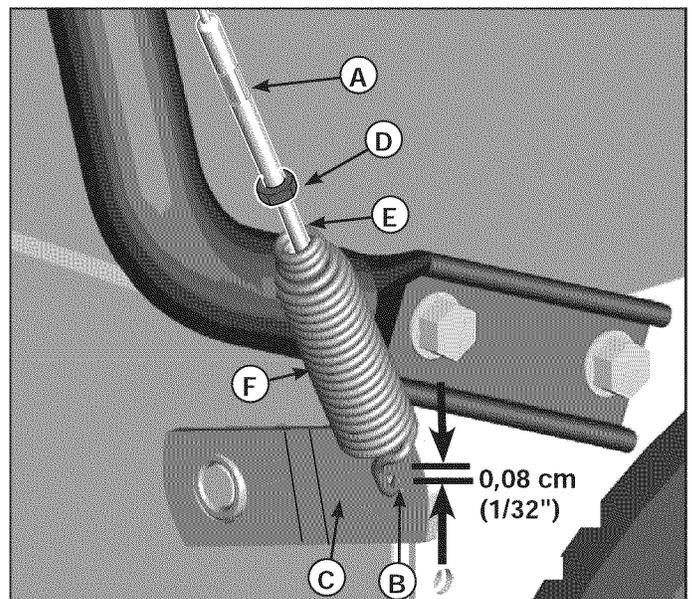

Figura 35. Ajuste de la transmisión del tornillo sinfín
2. Con la palanca de tracción suelta, el gancho muelle (B, Figura 35) debería tocar ligeramente la palanca (C) sin levantarla. Puede haber un máximo de 0,08 cm de distancia tal y como se muestra.
3. Para ajustar, afloje la tuerca (D) agarrando las arandelas de ajuste (A) y girando la tuerca (D). Gire las arandelas y agarre el tornillo. El tornillo de ajuste es un tornillo phillips y la cabeza se puede sujetar al girar con un destornillador a través del muelle (F).
4. Agarre las arandelas de ajuste (A) y apriete la tuerca (D).